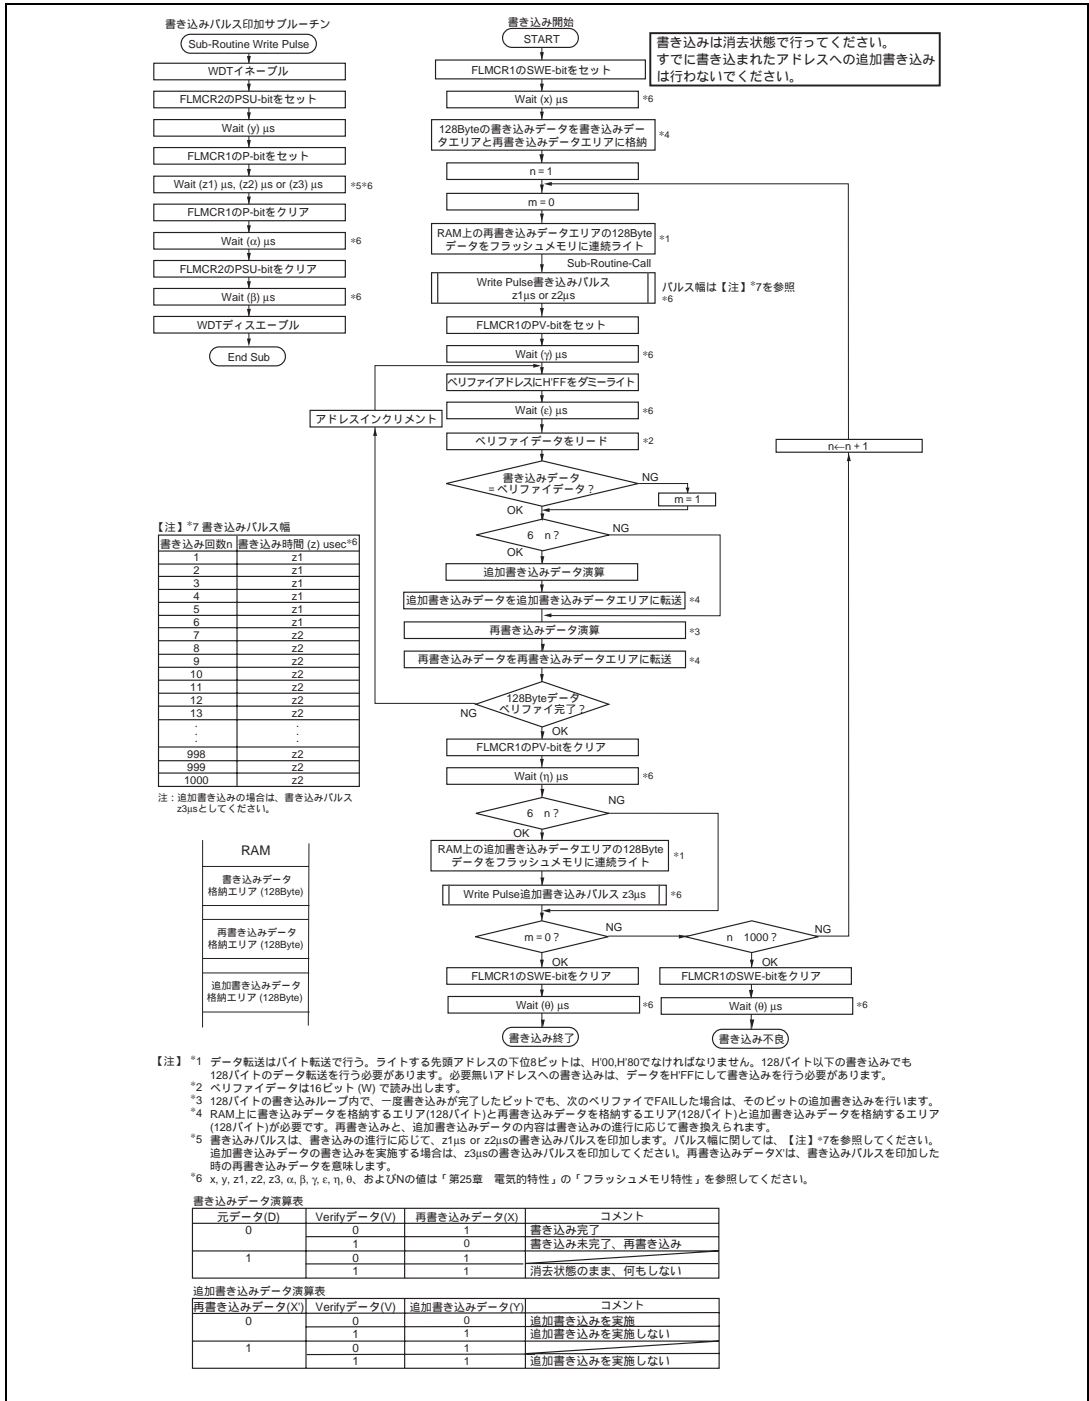

図 22.12 プログラム/プログラムペリファイフロー
フラッシュメモリへのデータ/プログラムの書き込みは、図 22.12 に示すプログラム/プログラムベリファイフローチャートに従って行ってください。このフローチャートに沿って書き込み動作を行えば、デバイスへの電圧ストレスやプログラムデータの信頼性を損なうことなく、フラッシュメモリへデータ/プログラムの書き込みを行うことができます。また、1 回の書き込みは、128 バイト単位で行ってください。
一定の書き込み時間経過後、書き込みモードを解除 (FLMCR1 の P ビットを 0 にクリア後、 (α) μs 以上の時間が経過してから FLMCR2 の PSU ビットを 0 にクリア) します。次に、ウォッチドッグタイマを (β) μs 以上の時間が経過してから解除し、FLMCR1 の PV ビットをセットすることで、動作モードはプログラムベリファイモードへ遷移します。プログラムベリファイモードでは、リードする前にリードするアドレスにデータ H'FF をダミーライトしてください。ダミーライトは (γ) μs 以上の時間が経過してから行ってください。この状態でフラッシュメモリをリード (ベリファイデータは 16 ビットで読み出す) するとラッチしたアドレスのデータが読み出されます。このリード動作は、ダミーライト後、 (ε) μs 以上おいてから行ってください。次に書き込みデータとベリファイデータを比較し、再書き込みデータを演算 (図 22.12 参照) し、再書き込みデータを再書き込みデータエリアに転送します。128 バイト分のデータのベリファイが完了後、プログラムベリファイモードを解除し、 (η) μs 以上の待機時間をおいてください。このとき、書き込み回数が 6 回以内であれば、書き込むアドレスに RAM 上の追加書き込みデータエリアの 128 バイトのデータを連続ライトし追加書き込みを行います。そして、FLMCR1 の SWE ビットを 0 にクリアした後、 (θ) μs 以上の待機時間をおいてください。再度書き込みが必要な場合は、再度プログラムモードに設定し、同様にプログラム / プログラムベリファイシーケンスを繰り返してください。ただし、同一ビットに対するプログラム / プログラムベリファイシーケンスの繰り返しは、 (N) 回を超えないようにしてください。